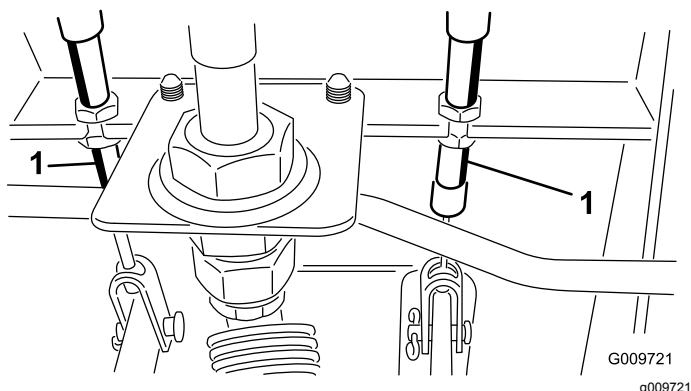

Figura 73
- A. Afloje la tuerca delantera del extremo roscado del cable de freno (**Figura 73**).